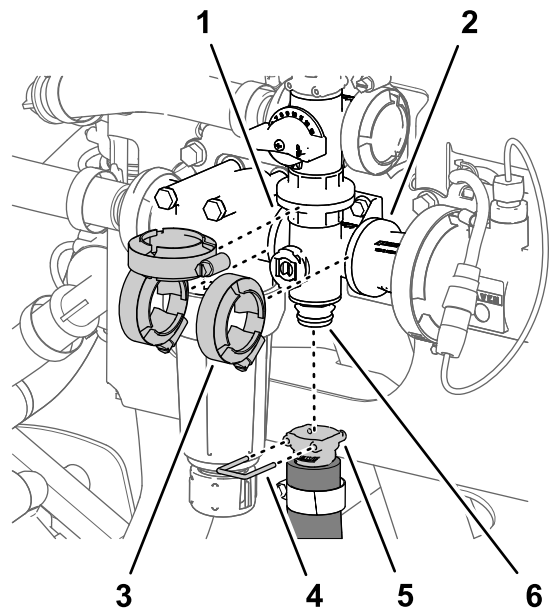
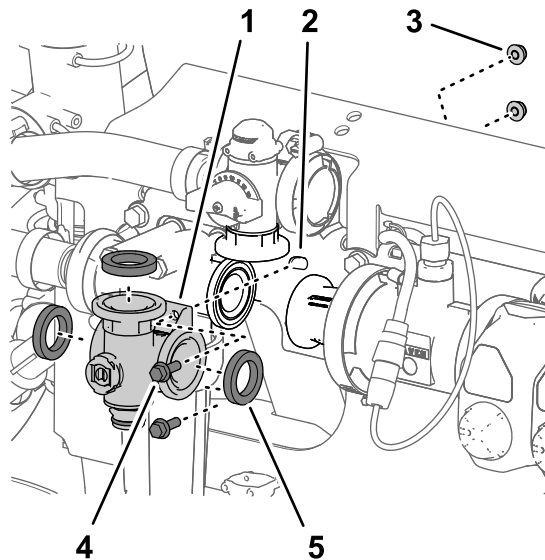

Bild 136
Bild 135
1. Fluchten Sie den Flansch des Rührwerkventilverteilers und drei Dichtungen mit den Flanschen des Rührwerksicherheitsventils, des Druckfilterkopfs und dem Kupplungsadapter aus (Bild 135 und Bild 136).
2. Befestigen Sie den Rührwerkventilverteiler mit drei Flanschklappen, die Sie in Entfernen des Rührwerkverteilerventils \(Seite 90\) entfernt haben, lose am Rührwerksicherheitsventil, am Druckfilterkopf und am Kupplungsadapter (Bild 136).
5. Ziehen Sie die drei Flanschklappen mit der Hand an (Bild 136).
6. Befestigen Sie die Schnellkupplung des Rührwerkschlauchs mit dem Schnellkupplungsstift am Schnellkupplungsanschlussstück des Rührwerkventilverteilers (Bild 136).